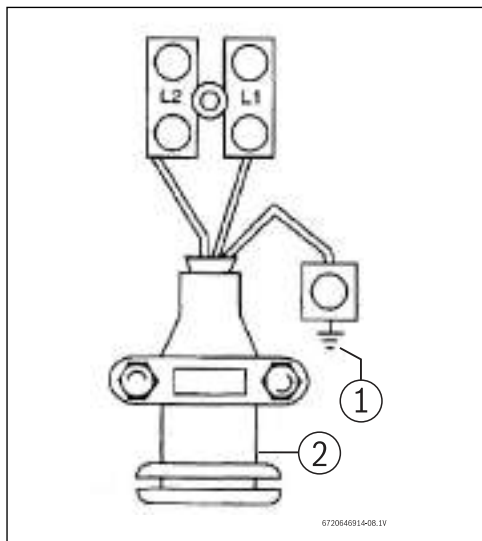

Fig. 3 Borne de câbles
- Relier les câbles au bornier et à la borne de (Fig. 3):